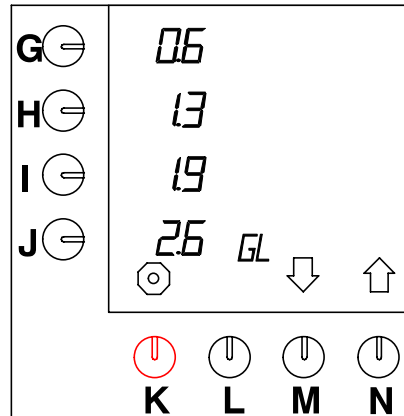

Fig. 29 Wijzigen voorgeprogrammeerde keuzetoetsen voor gallons
- Druk op selectietoets (N.)↑ tot fig. 29 in het display verschijnt.